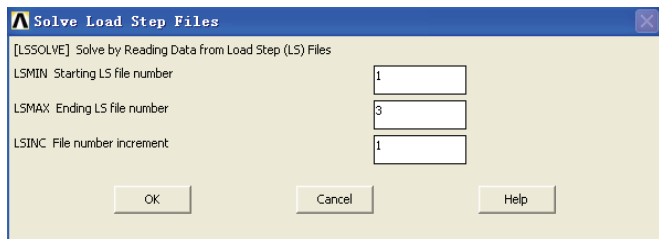

图 5-55 按载荷步文件进行求解对话框
14) 选择 Main Menu | Solution | Solve | From LS Files 命令, 出现 Solve Load Step Files 对话框, 在 LSMIN Starting LS file number 输入栏中输入 1, 在 LSMAX Ending LS file number 输入栏中输入 3, 在 LSINC File number increment 输入栏中输入 1, 如图 5-55 所示, 单击 OK 按钮关闭该对话框。ANSYS 开始求解计算。